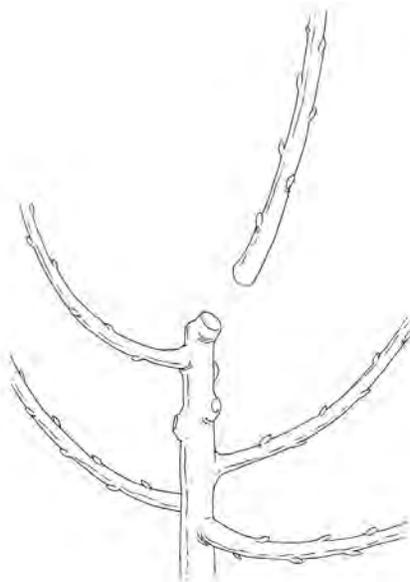

Figura 30
- En los árboles sobre portainjertos vigorosos, escoja varias ramas pequeñas y débiles; éstas formarán las ramas permanentes. Quite las ramas más fuertes (Figura 30).